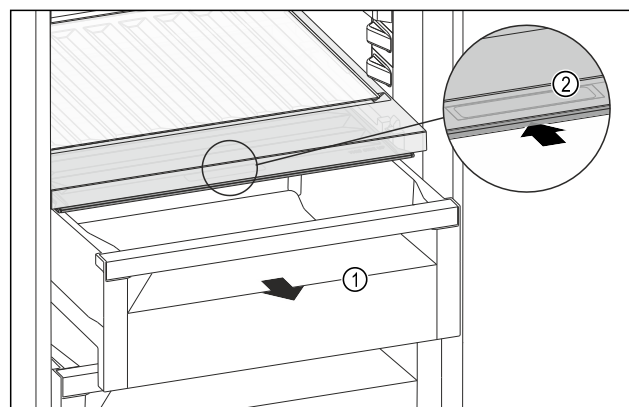

Fig. 123
- ▶ Wyciągnąć szufladę Fig. 123 (1).
- ▶ Chwycić uchwyt wpuszczany Fig. 123 (2) na pokrywie komory i przesunąć pokrywę jednocześnie do tyłu.